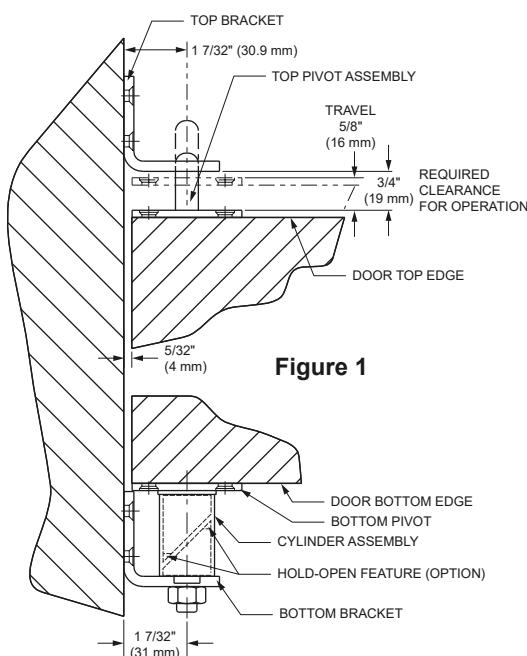

Figure 1
4. Install the bottom pivot to the door's bottom edge in the same way with its sloped edge facing **AWAY** from the door jamb as shown on Figure 1.
6. Insert the cylinder cam to the bottom bracket with its sloped edge facing **TOWARDS** the door jamb as shown in Figure 1. Tighten the screw for a snug fit. Do not over-tighten.
7. Place the door's bottom pivot into the bottom pivot bracket and use the door's top edge to position top bracket along the same pivot line $3/4"$ (19 mm) higher than the height of the door (see Figure 1). Fasten bracket in place with appropriate fasteners.
- Installez le pivot inférieur sur le bord inférieur de la porte de même façon, avec son bord incliné tourné vers l'ARRIÈRE du jambage de la porte, comme indiqué sur la figure 1.
- Insérez la came du cylindre dans le support inférieur, avec son bord incliné orienté VERS le montant de la porte, comme indiqué dans la figure 1. Serrez la vis pour qu'elle soit bien ajustée. Ne pas trop serrer.
- Placez le pivot inférieur de la porte dans le support de pivot inférieur et utilisez le bord supérieur de la porte pour positionner le support supérieur le long de la même ligne de pivot, 3/4" (19 mm) plus haut que la hauteur de la porte (voir Figure 1). Fixez le support en place à l'aide des attaches appropriées.